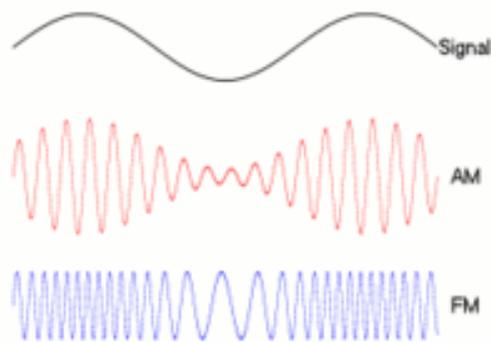

Fig 9. La modulation FM et AM
** L'amplitude : on a alors une modulation d'amplitude (AM)
** La fréquence : on a alors une modulation de fréquence (FM) voir Fig 9. [13,14]